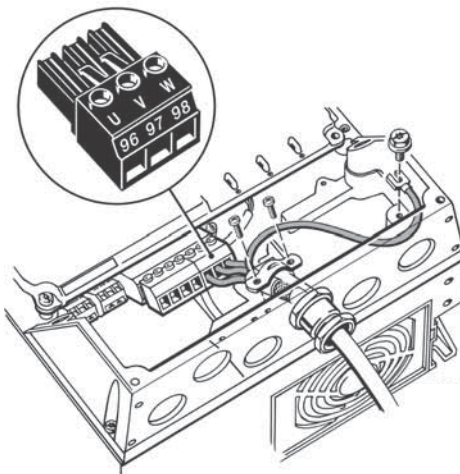

图 13 电机连接, A5
1. 将地线连接到终端 99 (PE)。见图 13。
2. 将电机导线连接到电机插头的终端 96 (U), 97 (V), 98 (W)。